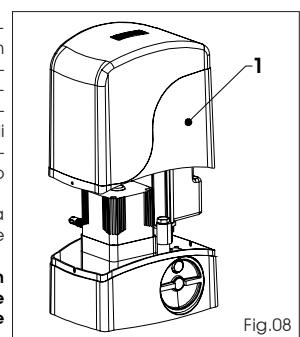

Fig.08
- 1) Sfilare il carter di copertura , Fig.08 rif.1